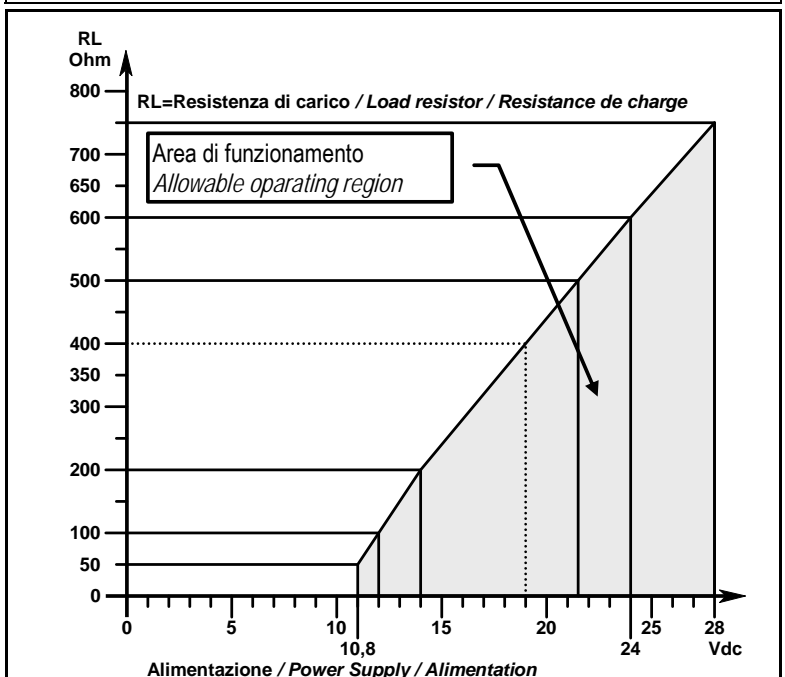

Fig. 4 - Alimentazione / Resistenza di Carico 4±20mA
COMPATIBILITE AVEC D'AUTRES CENTRALES: En cas d'utilisation d'une centrale autre que de marque Tecnocontrol, calculer la résistance de charge maxi en utilisant l'abaque selon la **fig. 4**. L'alimentation sous 24Vcc est conseillée. Si l'on utilise une alimentation 24Vcc la résistance maximale de charge (RL) sera de 500 Ω.